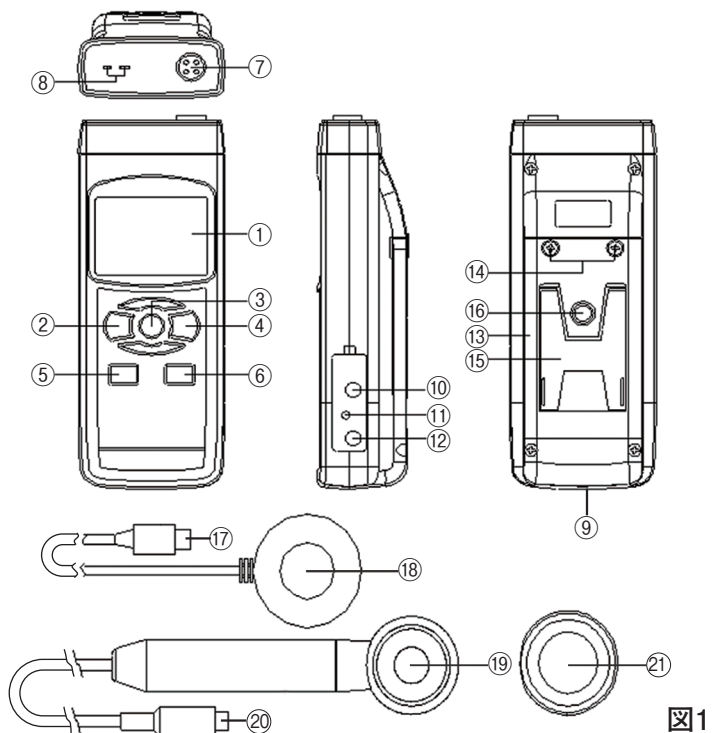

図1
まず初めに、データロガー等の機能を有効にするために、現在時刻等の設定等を行う必要があります。POWER(電源)ボタン(②、図1)を押して、本器の電源を入れます。また、このボタンを2秒以上長押しすると電源が切れます。
電源を入れた状態でSETボタン(⑤、図1)を2秒以上長押しすると「SET dAtE」と表示部(①、図1)に表示され、「初期設定」モードに入ります。そしてNEXTボタン(③、図1)を一回ずつ押す毎に下記の7つの設定画面に切り替わります。
備考: 「初期設定」機能を実行中にESCボタン(②、図1)を押すと、「初期設定」機能が終了し、通常測定画面に戻ります。
- (1) ENTERボタン(④、図1)を1回押します。▲ボタン(⑥、図1)または▼ボタン(⑤、図1)を押して、値を調整してください。希望する値を設定し、再度ENTERボタン(④、図1)を一度押すごとに、次の値の調整に移ります。最初に年(yy)の値を設定し、次に月(mm)の値を設定し、さらに日(dd)、時間(h)、分(m)、秒(s)へと移行します。
- (2) 最後に、ENTERボタン(④、図1)を一回押します。
(1)▲ボタン(⑥、図1)または▼ボタン(⑤、図1)を使用して上段に表示されるテキストを「bASIC」または「Euro」に設定します。
(2)最後に、ENTERボタン(④、図1)を押します。
(1)▲ボタン(⑥、図1)または▼ボタン(⑤、図1)を使用して上段に表示されるテキストを「yES」または「no」に設定します。
(1)▲ボタン(⑥、図1)または▼ボタン(⑤、図1)を使用して表示部(①、図1)右側に表示される値を「K」または「J」に設定してください。
(1)▲ボタン(⑥、図1)または▼ボタン(⑤、図1)を使用して下記のいずれかの値に設定します。
(2)最後に、ENTERボタン(④、図1)を一度押します。
- (1) ▲ボタン(⑥、図1)または▼ボタン(⑤、図1)を押して、上段に表示されるテキストを「yES」または「no」に設定してください。
- (2) 上の値を「yES」に設定し、ENTERボタン(④、図1)をもう一度押すと、画面には「yES Ent」というテキストが表示されるので、本当にSDカードのフォーマットを実行する場合はもう一度ENTERボタン(④、図1)を押し、確定してください。SDカードのフォーマットが行われ、SDカードに保存されている既存のデータが消去されます。
上の値を「no」に設定し、ENTERボタン(④、図1)を押した場合、SDカードはフォーマットされません。
- (1) POWER(電源)ボタン(②、図1)を押して本器の電源を入れます。
- (2) 本器は、以下の3つの測定モードを選択することができます。
FUNC.ボタン(③、図1)を長押しすると、以下の測定モードに順番に切り替わります。
- (1) UVAセンサーソケット(⑳、図1)をUVセンサー入力ソケット(㉑、図1)に差し込みます。
- (2) FUNC.ボタン(㉒、図1)を押し続け、UVAの測定モードにすると表示部(㉓、図1)に「A」と「mw/cm2」が表示されます。UVAセンサーカバー(㉔、図1)を装着した状態でZeroボタン(㉕、図1)を3秒間押し続けると電子音が鳴り(操作音がONに設定されている場合)0.000と表示されゼロ調整オフセットが完了します。
- (3) センサーカバー(㉔、図1)を外してUVAセンサー(㉖、図1)を測定する光源に垂直に向けて下さい。
- (4) 表示部(㉓、図1)に測定値が表示されます。
- (5) 測定値が1.999mW/cm2を超えると自動的にレンジが切り替わります。
- (1) UVCセンサーソケット(㉗、図1)をUVセンサー入力ソケット(㉑、図1)に差し込みます。
- (2) FUNC.ボタン(㉒、図1)を押し続け、UVCの測定モードにすると表示部(㉓、図1)に「C」と「mw/cm2」が表示されます。UVCセンサー(㉘、図1)を手のひらで覆ってUVCセンサーへの光の侵入を遮断してください。Zeroボタン(㉕、図1)を3秒間押し続けると電子音が鳴り(操作音がONに設定されている場合)0.000と表示されゼロ調整オフセットが完了します。
- (3) UVCセンサー(㉘、図1)を測定する光源に垂直に向けて下さい。
- (1) FUNC.ボタン(③、図1)を押し続け、K/Jタイプ熱電対センサーによる温度測定モード「tP」にすると表示部(①、図1)に「°C」と「K」又は「J」が表示されます。
- (2) 別売のK熱電対センサー又はJ熱電対センサーのミニチュアコネクタを温度センサー入力ソケット(⑧、図1)に極性に注意して差し込んで下さい。
- (3) センサーを差し込まないと温度表示は出ず「-----」オーバーレンジの表示となります。
- (4) センサーの感部を測定対象にかざし(または、センサーの用途により直接接触させたり突き刺す場合もある)、表示部(①、図1)の測定値が安定したら数値を読み取ります。